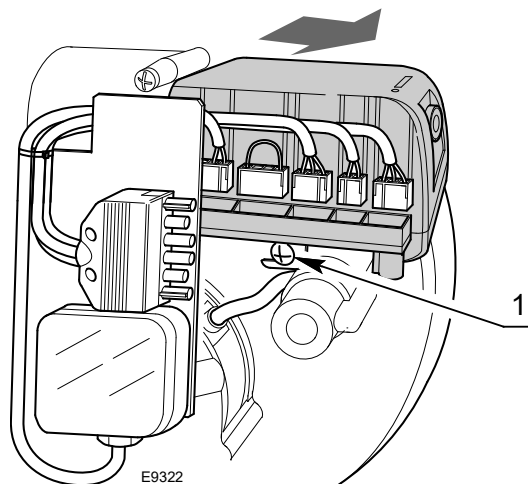

Abb. 14
- Alle an ihm angeschlossenen Verbinder, den 6-poligen Stecker, die Hochspannungskabel und den Erdleiter (TB) abnehmen;
- Die Schraube 1)(Abb. 14) abschrauben und das Steuergerät in Pfeilrichtung ziehen.
- Die Schraube 1)(Abb. 14) mit einem Anzugsmoment von 1 + 1,2 Nm anschrauben;